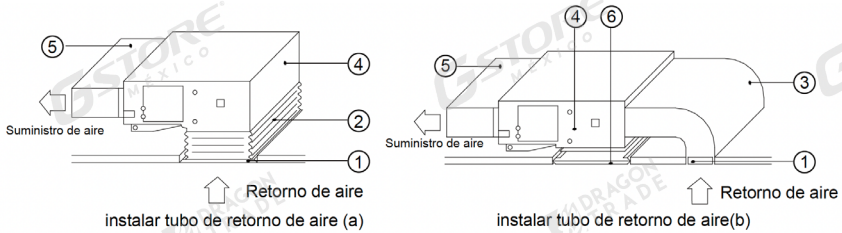

Fig. 12
- El método de instalación se puede elegir teniendo en cuenta las condiciones del edificio y el mantenimiento, etc., como se muestra en la Fig. 12.